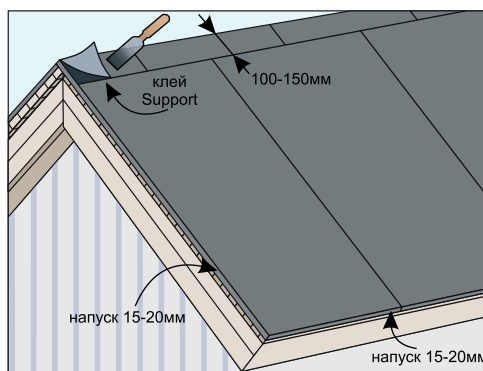

Рис. 14
- На коньке подкладочные коври, уложенные по первому скату, обрезаются по коньку, и затем верхний край гвоздями фиксируется к настилу крыши. Подкладочный ковер противоположного ската перекрывает конек на 150мм и соединяется с подкладочным ковром первого ската с помощью битумного клея Support, если конек не вентилируемый (рис.14);